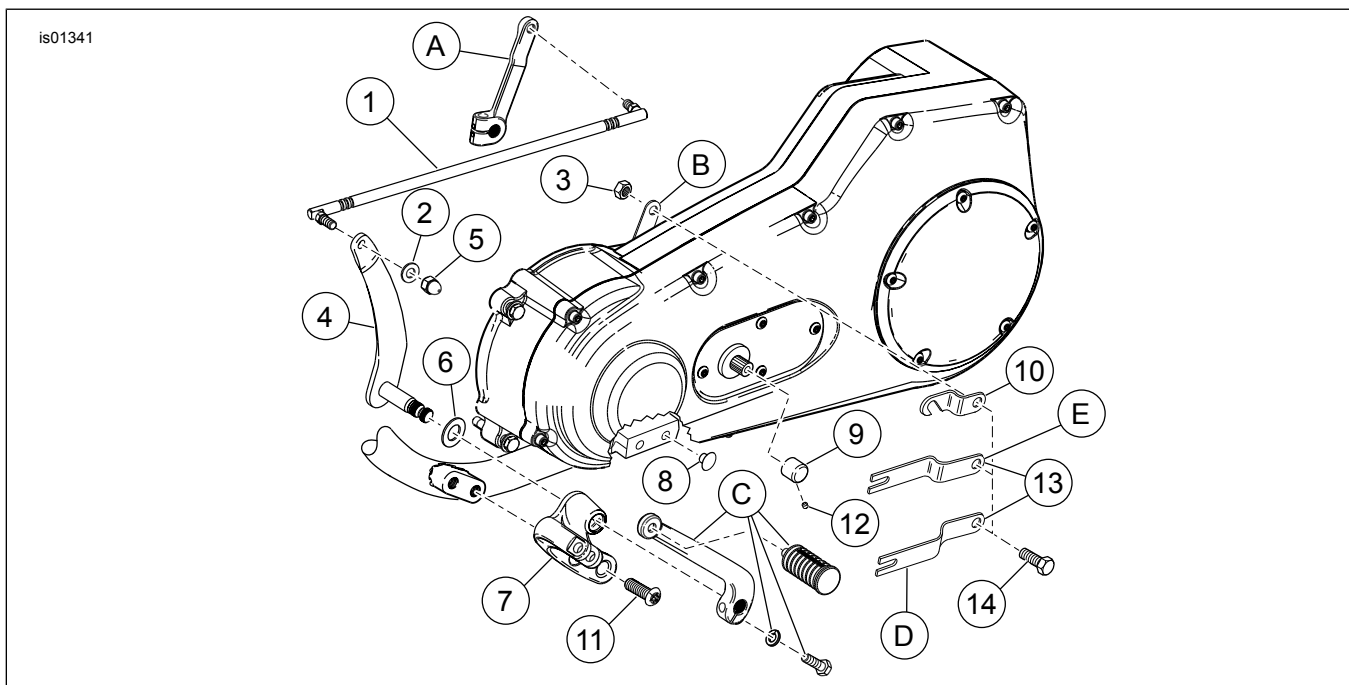
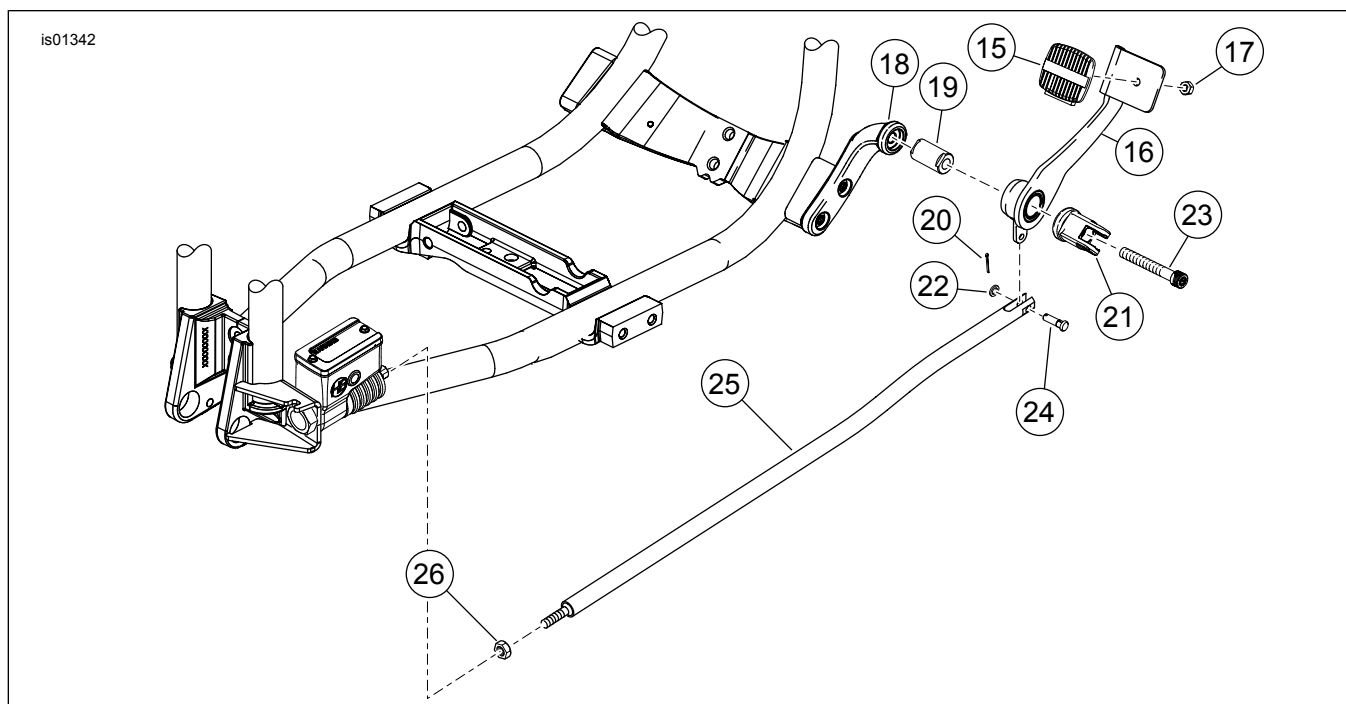

Figura 1. Parti di ricambio dei comandi a pedale avanzati cromati dei modelli FXD (lato selettore delle marce)
Figura 2. Parti di ricambio dei comandi a pedale avanzati cromati dei modelli FXD (lato pedale del freno)
Vedere Figura 1 e Figura 2. È possibile acquistare separatamente anche le staffe e il perno di montaggio (7, 18 e 21) per permettere l'installazione di questo kit comandi cromati sui modelli FXDWG standard.
1. Vedere Figura 1. Rimuovere il gruppo pedalina poggia piedi sinistra del pilota. Conservare la pedalina poggia piedi e i dispositivi di fissaggio per l'installazione. Eliminare la bulloneria rimanente.
2. Inserire i tappi (8) nei fori per le viti sul telaio dove era stata montata la pedalina poggia piedi di serie.
1. Vedere Figura 2. Rimuovere la pedalina poggia piedi destra del pilota. Conservare la pedalina poggia piedi e i dispositivi di fissaggio per l'installazione.
2. Allentare il dado bloccante dell'asta del freno (26) sulla pompa del freno posteriore.